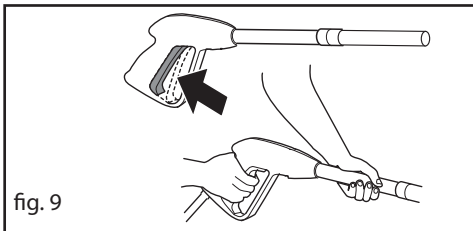

fig. 9
5. Løsne sikkerhetslåsen på pistolen og hold avtrekkeren inne slik at vannet renner ut, helt til all luften er presset ut. (fig.9).